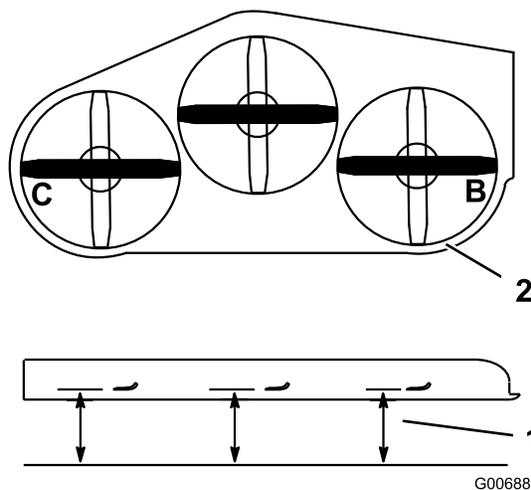

Figura 104
1. Posizionate la lama **destra** fianco a fianco (Figura 104).
2. Misurate la lama destra al punto **B** da una superficie piana fino al tagliente della punta della lama (Figura 104).
4. Posizionate la lama sinistra fianco a fianco (Figura 104).
5. Misurate la lama sinistra al punto **C** (Figura 104) da una superficie piana fino al tagliente della punta della lama.